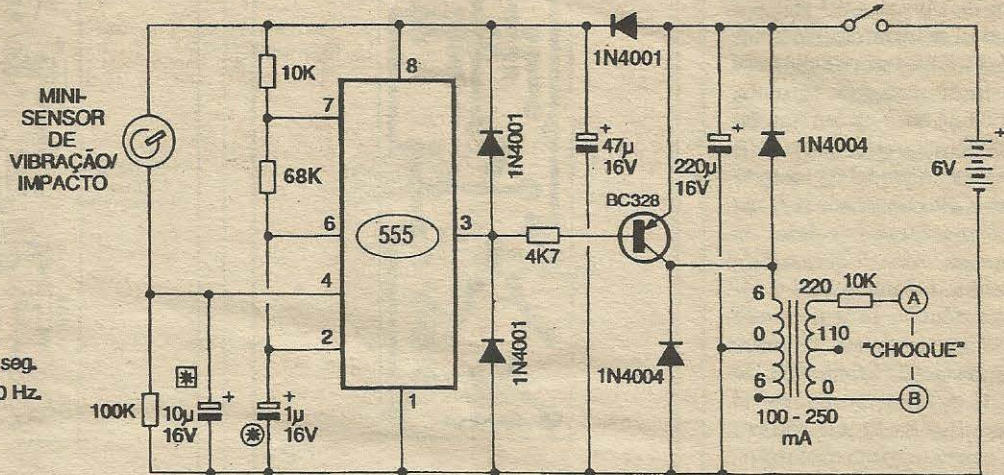

Fig.1
- FIG. 1 - DIAGRAMA ESQUEMÁTICO DO CIRCUITO - Um integrado (super comum...) 555 faz os trabalhos centrais do circuito (e que são razoavelmente complexos, apesar da aparente simplicidade geral...): basicamente está arranjado como oscilador, com frequência determinada em aproximadamente 10 Hz pelos valores dos resistores de 10K e 68K e do capacitor de 10 (desde já fica o leitor/hobbysta avisado que, se quiser modificar a frequência,